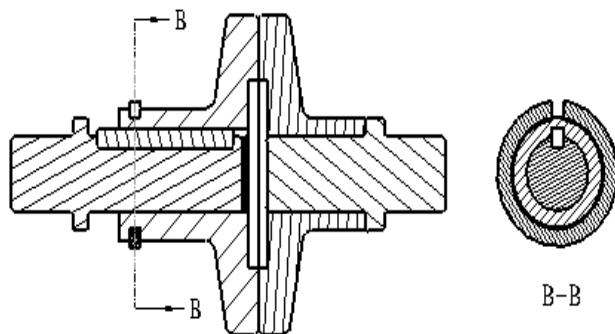

图 11.3.3 创建左视图
Stage4. 创建图 11.3.3 所示的左视图
Step1. 选取图 11.3.3 所示的主视图，然后选择 **布局** 功能选项卡 **模型视图** 区域中的 **投影** 命令。
Step5. 将多余的剖切线删除，结果如图 11.3.3 所示。